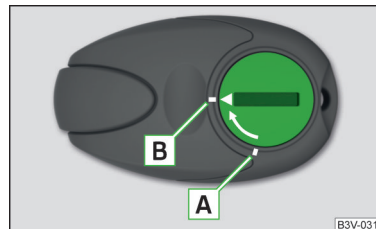

Fig. 183
- Introduzca un objeto plano y romo (p. ej. una moneda) en la ranura de la tapa de la pila » fig. 183.